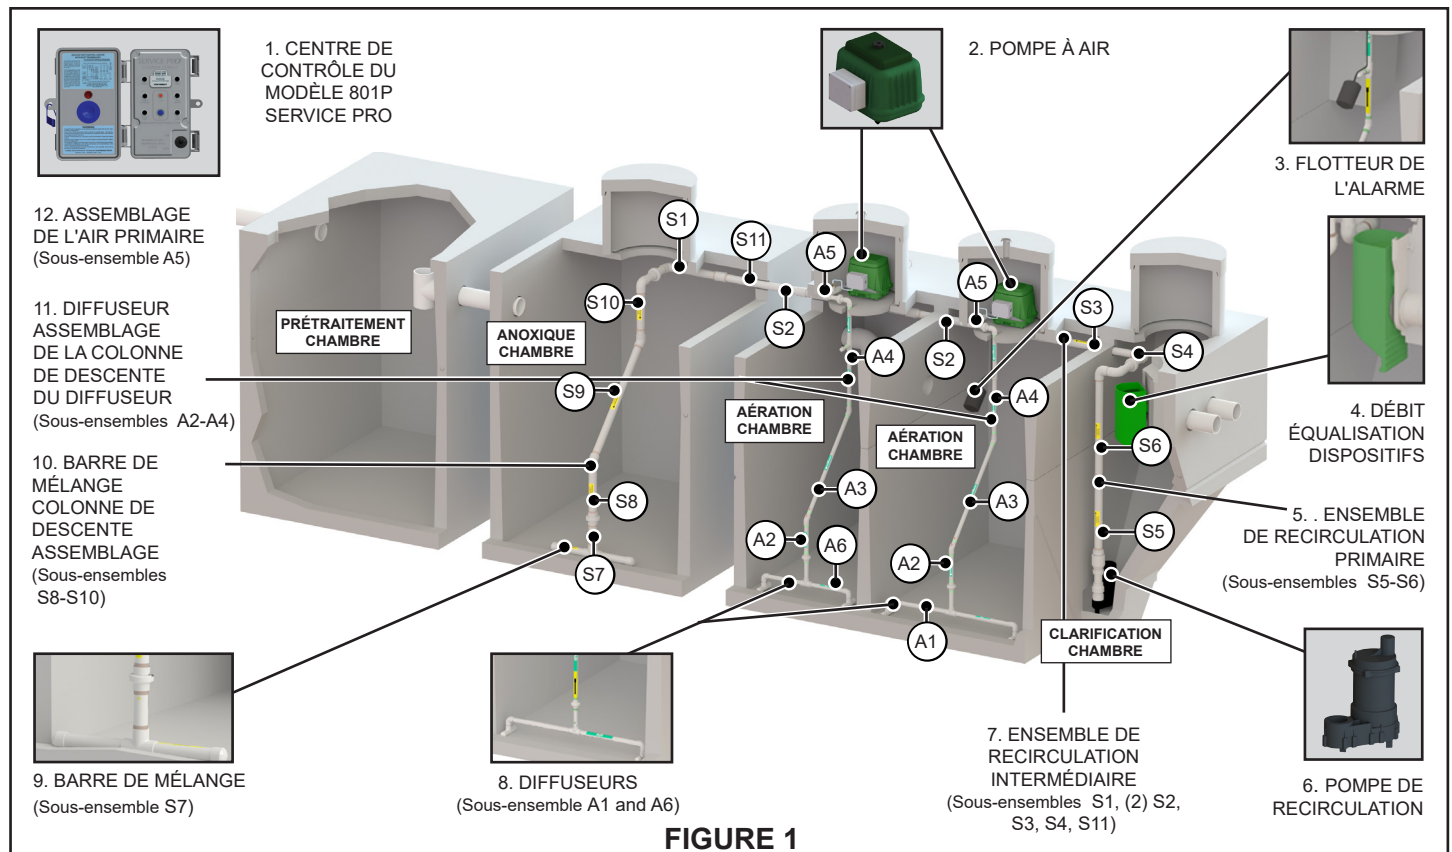

FIGURE 1
5. Installez 4 pouces tuyau PVC 40 (fourni par le distributeur) entre le réservoir de prétraitement et le réservoir de traitement. Si le té de prétraitement n'a pas été installé avant la livraison du réservoir, il doit être collé par solvant au tuyau de transfert à l'intérieur de le réservoir de prétraitement maintenant, comme indiqué à la figure 1.